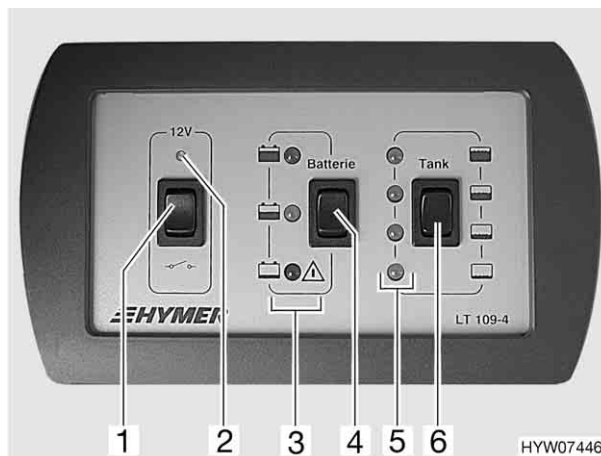

Fig. 64 Pannello di controllo LT 109-4
La centralina elettrica funziona solo in collegamento con il pannello di controllo (Fig. 64).
L'interruttore principale a 12 V (Fig. 64,1) inserisce o interrompe l'alimentazione a 12 V dell'abitacolo.
- Premere in alto l'interruttore a bilico (Fig. 64,1) "12 V": l'alimentazione a 12 V dell'abitacolo è inserita. La luce spia (Fig. 64,2) diventa verde.
- Premere in basso l'interruttore a bilico (Fig. 64,1) "☐": l'alimentazione a 12 V dell'abitacolo è disinserita. La luce spia (Fig. 64,2) si spegne.
Con l'interruttore a bilico "Batterie" (batteria) (Fig. 64,4) è possibile verificare lo stato di carica della batteria dell'abitacolo.
- Premere l'interruttore a bilico : la spia di controllo (Fig. 64,3) o di colore rosso, giallo o verde è accesa.
Con l'interruttore a bilico "Tank" (serbatoio) (Fig. 64,6) è possibile verificare il livello del serbatoio dell'acqua.
- Premere l'interruttore a bilico (Fig. 64,6): una delle luci spia (Fig. 64,5) si accende.